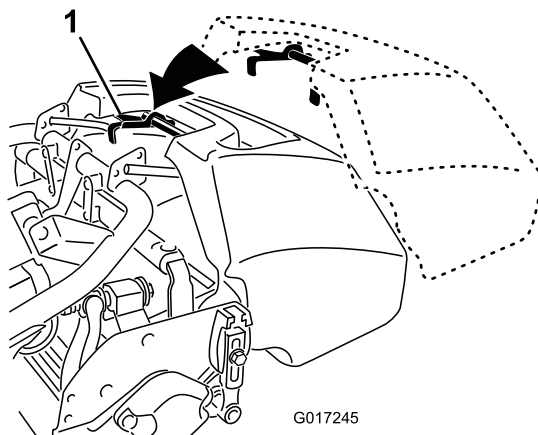

Bild 21
2. Schieben Sie die Fangkorblippe zwischen den Seitenplatten der Schneideinheit und über die Frontrolle ein (**Bild 21**).
3. Befestigen Sie die Fangkorbhaken über der Rahmenschleife (**Bild 21**).